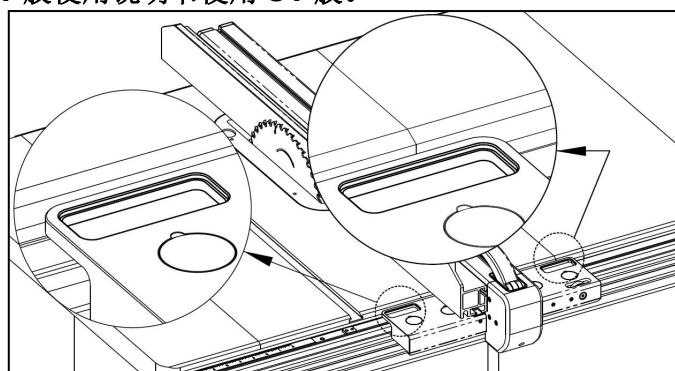

图 9-10
(3) 如图 9-10, 用无水乙醇擦净滑块上的视窗安装区域。
(4) 在视窗安装区域涂 UV 胶, 粘贴新的视窗。